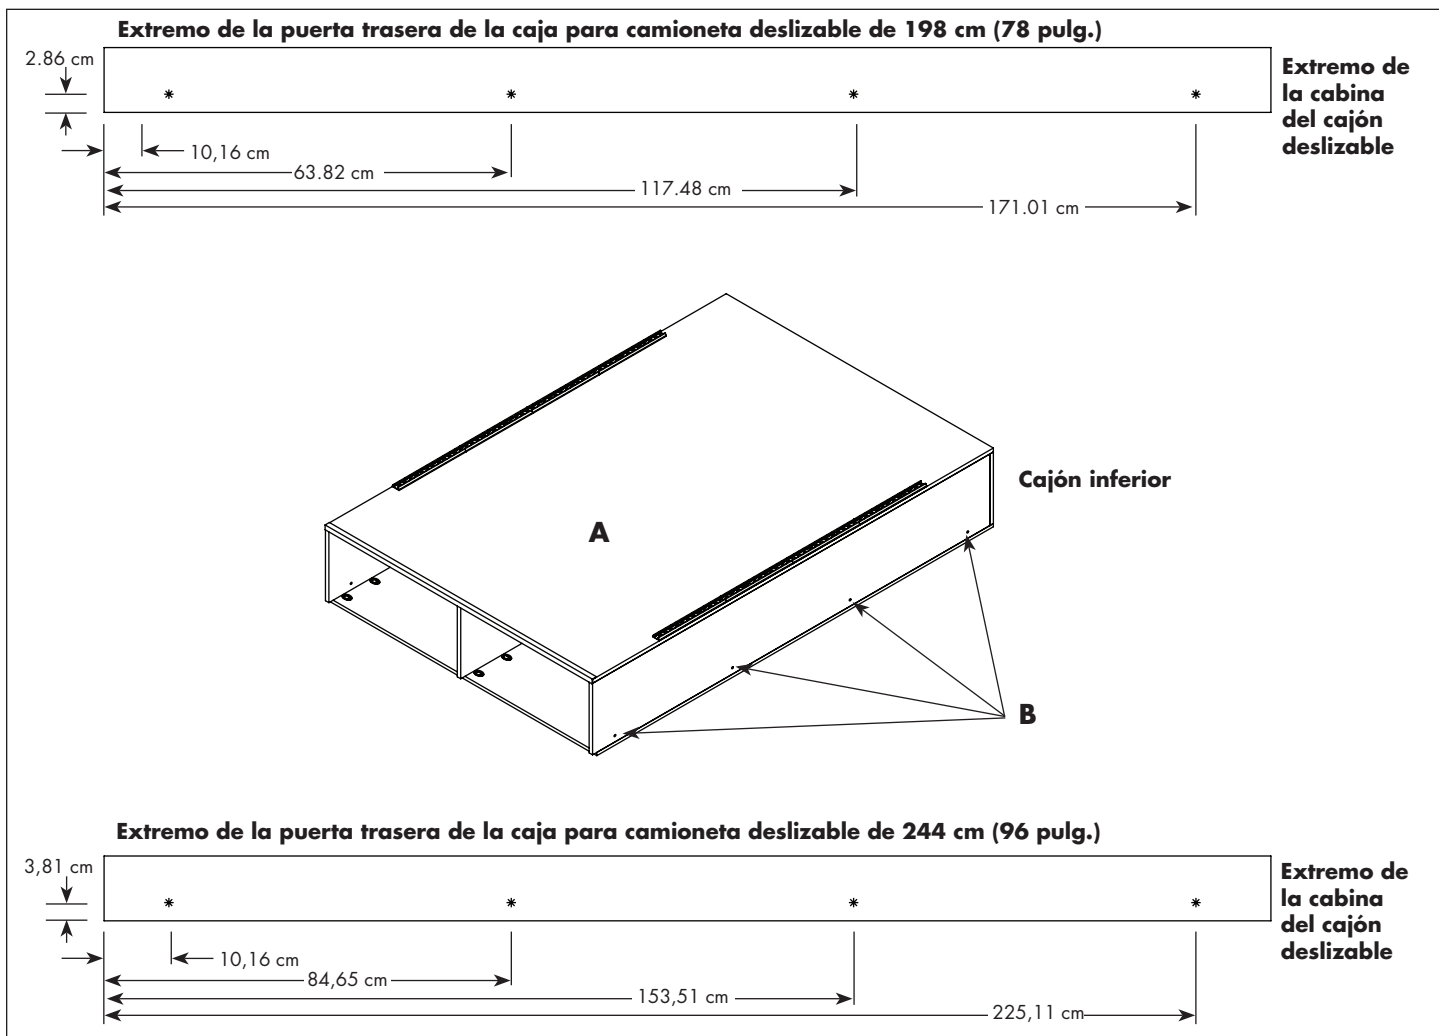

Figura 2 - Puntos para taladrar del riel lateral del cajón deslizable y puntos de montaje del cajón inferior (B)
4. Use un punzón para marcar la ubicación de los orificios. Taladre orificios a través de los rieles laterales del cajón deslizable con una broca de taladro de 6,35 mm (1/4 pulg.) en los lugares especificados (vea la Figura 2).